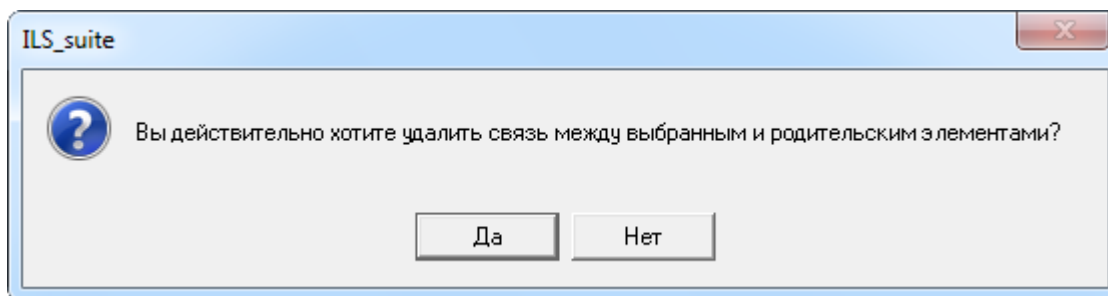

Рис. 7-12 – Диалоговое окно при удалении связи запроса с родительским элементом
4) В открывшемся диалоговом окне нажать «Да» для подтверждения действия (рис. 7-12).